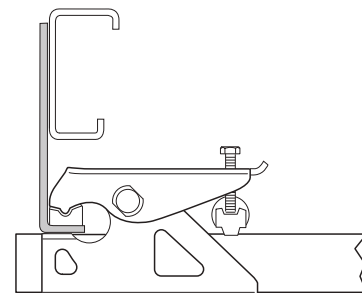
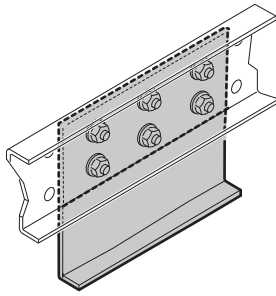

Abb. 11
Abb. 12
- Montageplatten zum Höhenausgleich für Standard-Chassis mit L- oder U-Profil (Abb. 11) (Abb. 12).